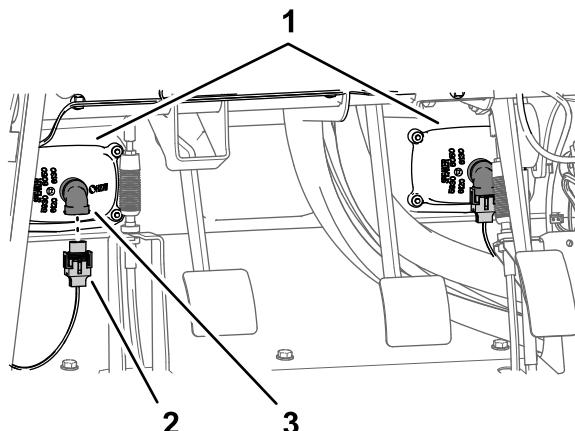

Рисунок 12
1. Отсоедините 2 электрических разъема (2-гнездовых) жгута проводов машины от 2-штыревых разъемов левой и правой фар (Рисунок 12).